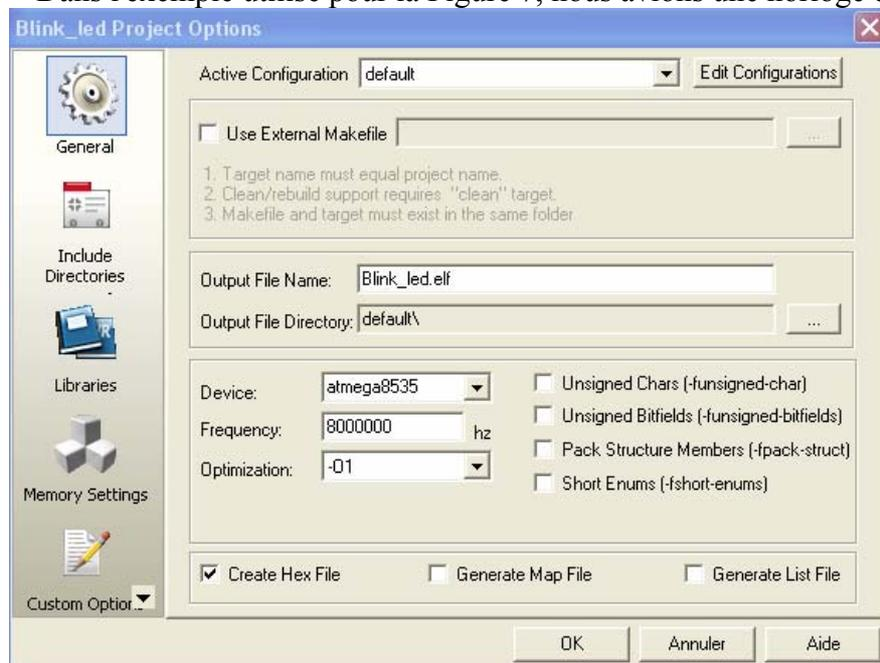

Figure 7 Option du projet
Puis entrer, en Hertz, la fréquence de travail de votre microcontrôleur. Dans l'exemple utilisé pour la Figure 7, nous avons une horloge de 8Mhz.
2) Le second point à configurer est le facteur d'optimisation, il se trouve aussi dans les options de projet (Figure 7). Par défaut il est mis à O0, et ceci